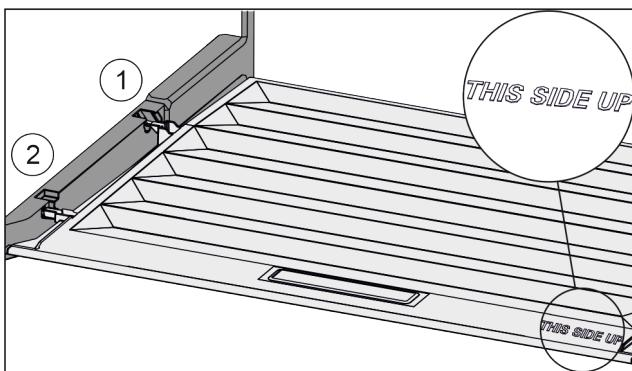

Fig. 138
- Вставить поперечные ребра крышки через отверстие заднего держателя Fig. 138 (1) и защелкнуть спереди в держателе Fig. 138 (2).